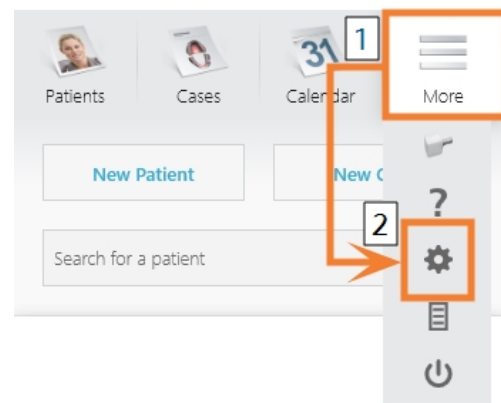

FIG. 17 – ABRIR LOS AJUSTES EN TRIOS DESIGN STUDIO
14. En la barra de menús, seleccione **Más**. En el menú desplegable, seleccione el icono **Ajustes** (☞ Fig. 17 – abajo).